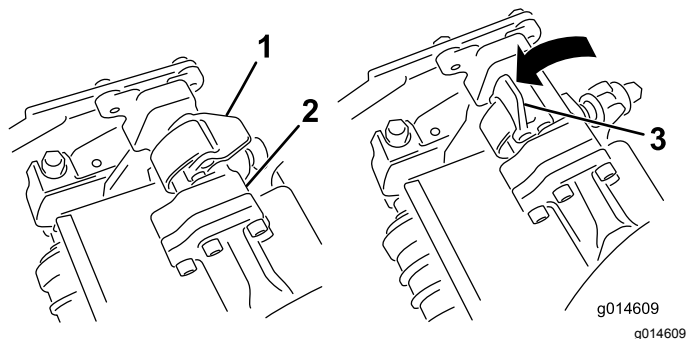

Figura 32
3. Con i fermi del braccio di sospensione rivolti verso l'alto (cioè aperti) (Figura 32), premete il braccio di sospensione verso il basso in modo che la barra si inserisca nella barra della parte superiore dell'apparato di taglio (Figura 33).
4. Chiudete i fermi spostandoli verso il basso e attorno alla barra dell'apparato di taglio, quindi bloccateli in posizione (Figura 32).
- Aprite i fermi sulla barra del braccio di sospensione dell'apparato di taglio che state rimuovendo (Figura 32).